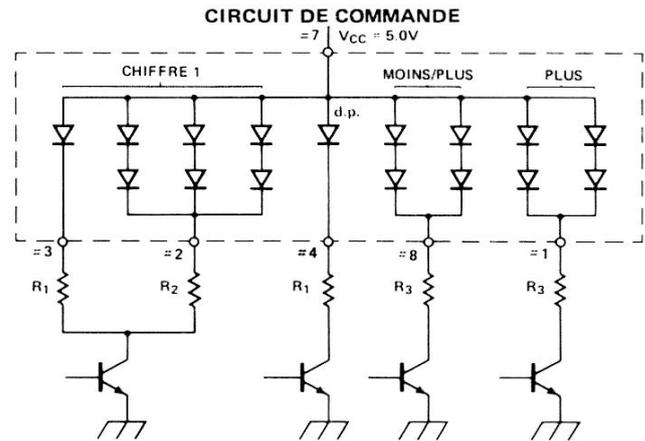

FIGURE 3
- 0 : Transistor de commutation de ligne bloqué (Figure 3).
1 : Transistor de commutation de ligne saturé (Figure 3).